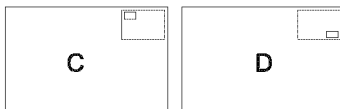

Рис. 19. Пример изменения положения увеличенного участка
На рис. 19 показан пример изменения положения увеличенного участка изображения из верхнего левого угла (C) в нижний правый угол (D).
Можно установить положение (см. рис. 19) одним из следующих способов: